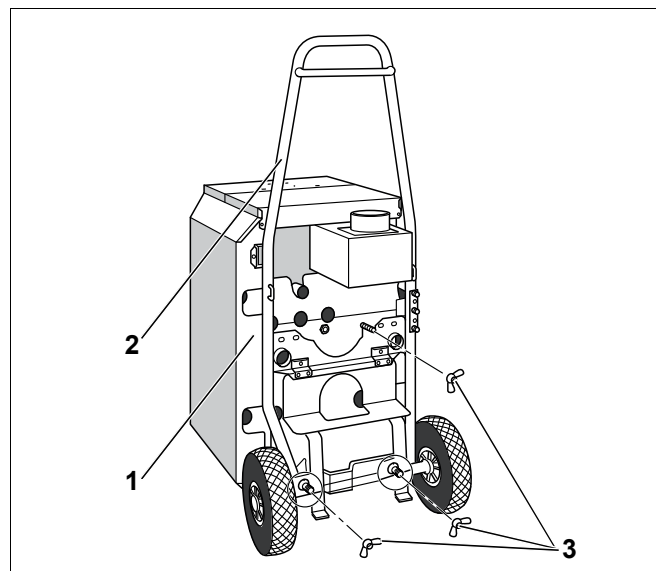

Рис. 4 Фиксирование котла на тележке для его транспортировки
- Приставить тележку для транспортировки котла (рис. 4, поз. 2) к его задней стенке (рис. 4, поз. 1).
- Закрепить тележку (рис. 4, поз. 2) тремя барашковыми гайками (рис. 4, поз. 3) к задней стенке котла (рис. 4, поз. 1).